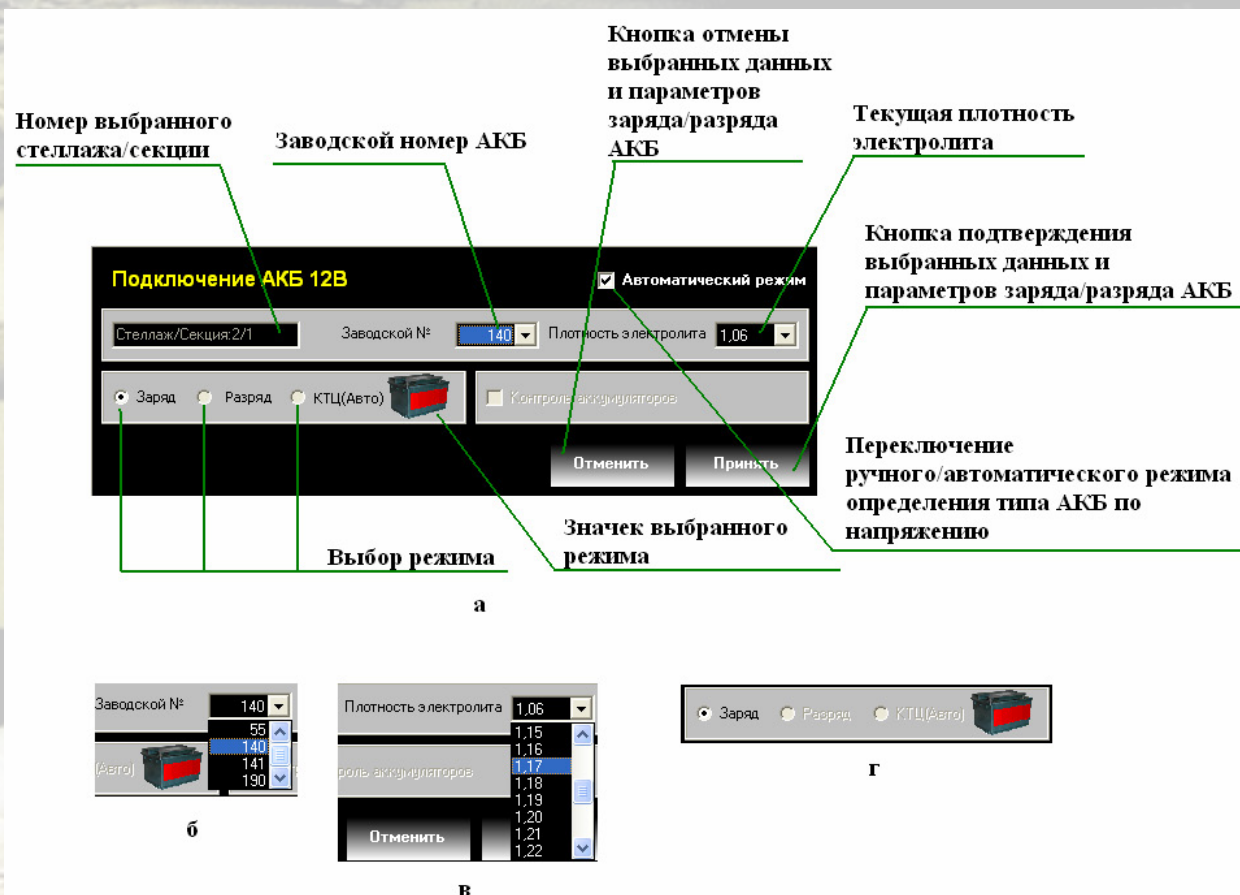

Рис.8
**Заводской номер аккумуляторной батареи** – заводской номер аккумуляторной батареи, с которой в данный момент производится работа. Выбор заводского номера из списка номеров производится оператором. Для этого необходимо навести указатель мыши на окошко заводского номера и щелкнуть один раз левой клавишей мыши, после чего выбрать требуемый номер из списка (см. рис. 8б);
**Текущая плотность электролита** – плотность электролита данной батареи, измеренная оператором перед началом процесса заряда/разряда. Для того чтобы внести значение текущей плотности электролита необходимо подвести указатель мыши к окошку текущей плотности электролита и нажать один раз левую клавишу мыши, после чего выбрать из списка значение измеренной плотности (см. рис. 8в);